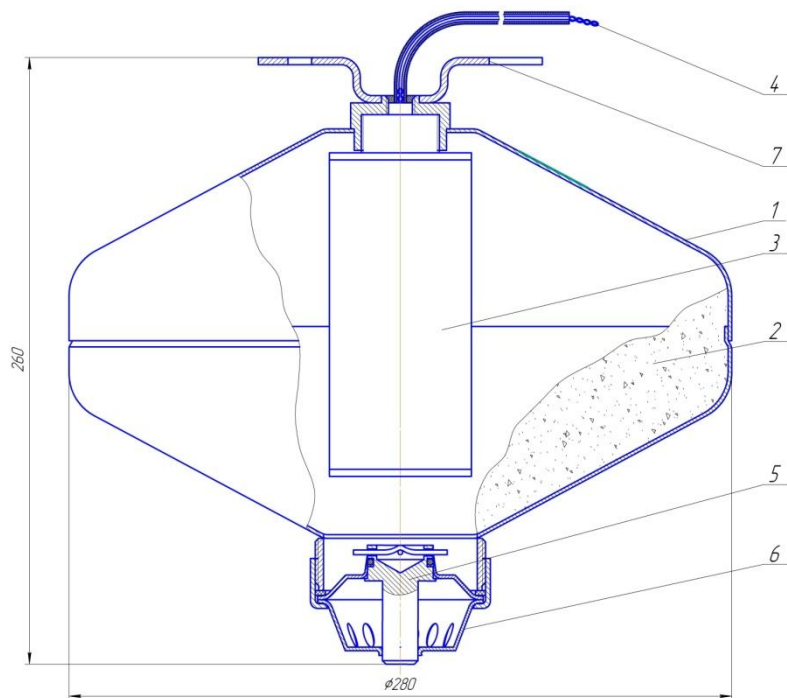

Рис. 2
3.1.1 МПП (Рис. 2) состоит из корпуса 1, в котором размещаются огнетушащий порошок (ОП) 2 и газогенерирующий элемент (ГГЭ) 3 с электроактиватором 4. Соединительные провода электроактиватора 4 выведены через герметичный узел в корпусе МПП. В нижней части корпуса находится устройство с предохранительно-выпускным клапаном 5 и распылителем порошка 6. В верхней части модуль снабжен кронштейном 7 для крепления к потолочному перекрытию.